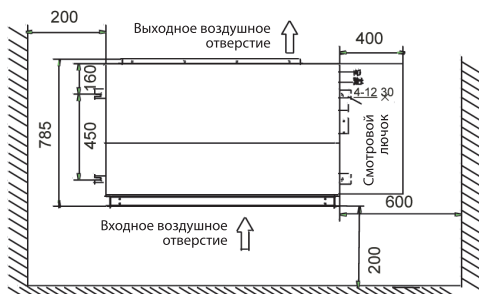

Рис. 1
- Должно обеспечиваться достаточное свободное пространство, не мешающее циркуляции воздуха, а со стороны выброса воздуха внутренним блоком не должно быть препятствий (рис. 1 приложения).